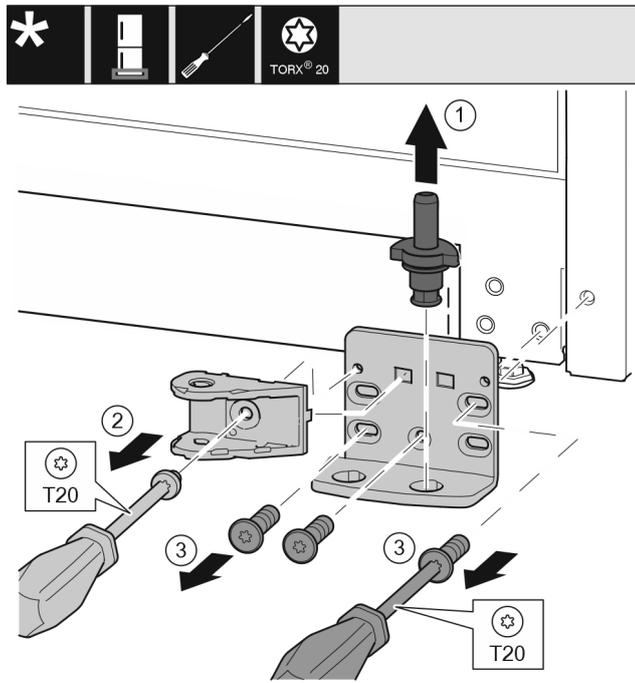

Fig. 32 \*
- ▶ Lagerbolzen komplett nach oben herausziehen. Fig. 32 (1)\*
- ▶ Schraube mit Schraubendreher T20 herausdrehen und Schließdämpferverbindung abnehmen. Fig. 32 (2)
- ▶ Schrauben mit Schraubendreher T20 herausdrehen und Lagerbock abnehmen. Fig. 32 (3)\*